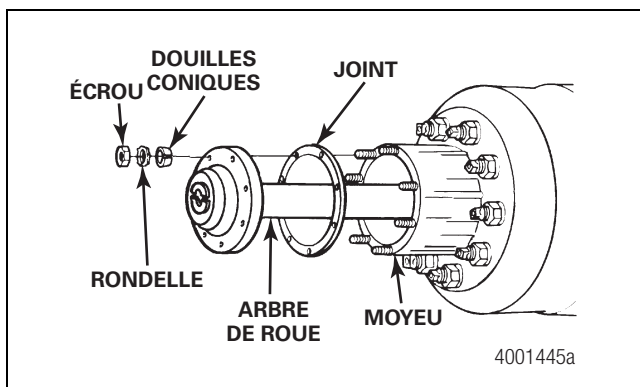

Figure 3.4
6. Retirer les écrous de goujon et les rondelles des flasques des deux arbres de roue. Figure 3.4.